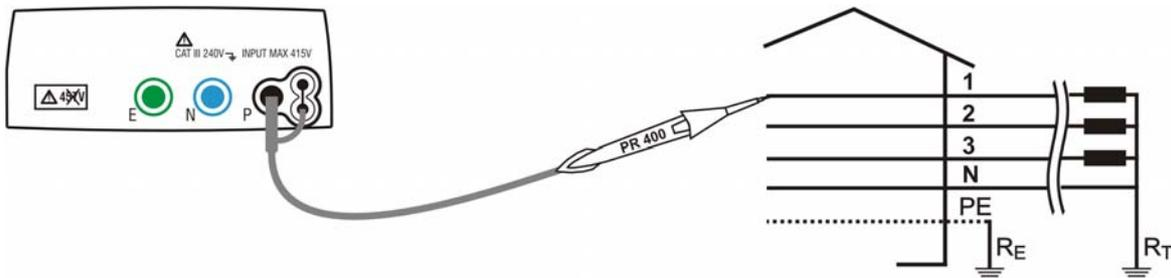

Fig. 22: Verifica del senso ciclico delle fasi ad un terminale, connessione fase 1
- Inserire i connettori blu e nero dei cavi singoli nei corrispondenti terminali di ingresso dello strumento N, P. Inserire all'estremità dei cavi rimasta libera i corrispondenti coccodrilli o puntali. Eventualmente utilizzare il puntale remoto inserendone il connettore multipolare nel terminale di ingresso P. Connettere i coccodrilli, puntali od il puntale remoto alla rete elettrica in accordo alle Fig. 22 e Fig. 23.